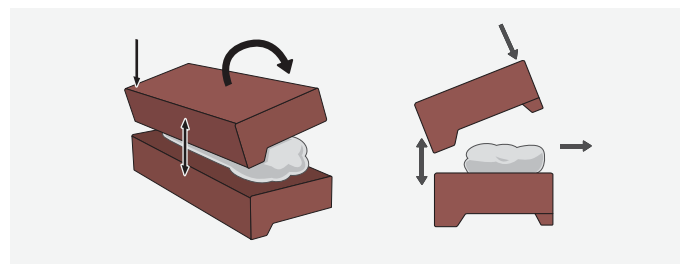

Figure 2: enfoncement
- Posez la brique en comprimant la face avant puis en faisant prudemment basculer la brique vers l'arrière (Figure 2)